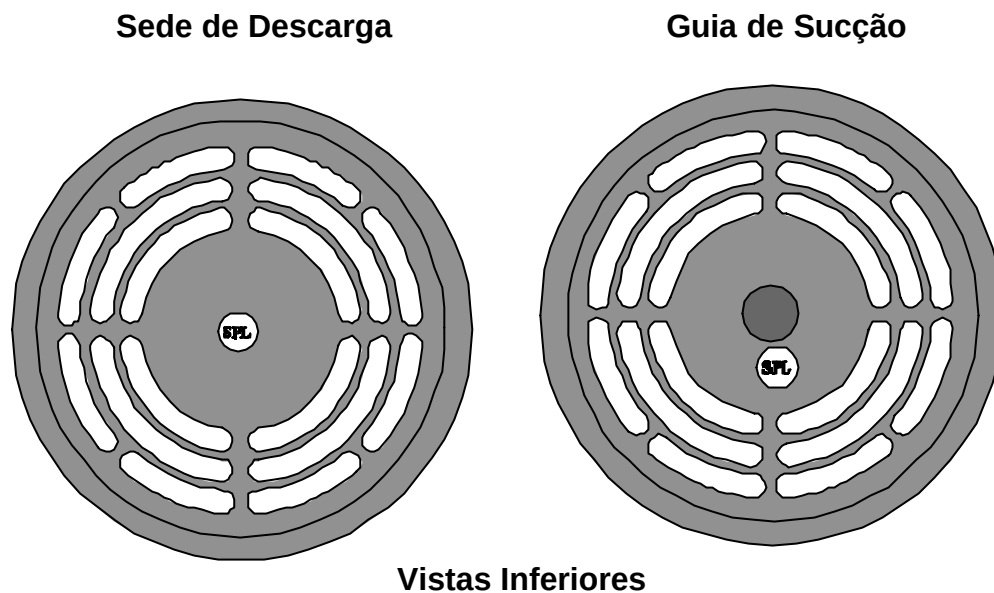

FIGURA 1-8 CONJUNTO DE VÁLVULA COM ROSCA SPIRALOCK E A INSCRIÇÃO SPL
- b. Os parafusos de cabeça de 12 pontas utilizados em conjuntos de válvulas com rosas Spiralock e com a inscrição SPL (vide Figura 1-8) devem ser lubrificados somente com lubrificantes à base de petróleo, tanto nas rosas quanto nas superfícies de contato.